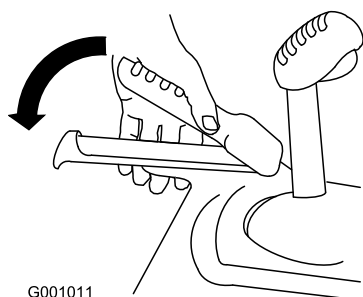

Figura 37
2. Innestate la leva della trazione e mantenetele in posizione (Figura 37).